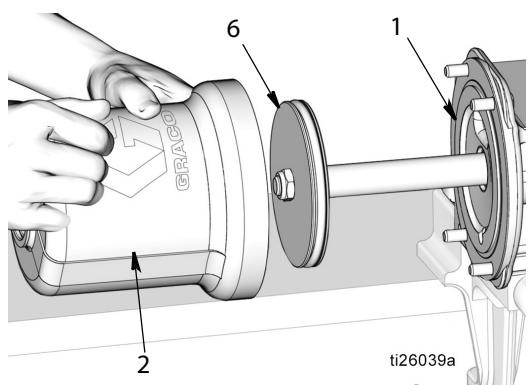

Рис. 51
- a. Используйте чистую салфетку для обтирания внутренних поверхностей пневматического цилиндра (2) и удаления любой грязи или загрязняющих веществ.
- b. Нанесите тонкий слой консистентной смазки на внутренние поверхности пневматического цилиндра (2). Надвиньте пневматический цилиндр (2) вверх поршня (6), и вталкивайте его на всю длину хода вниз до тех пор, пока он не будет плотно посажен на основание насоса (1). См. Рис. 51.